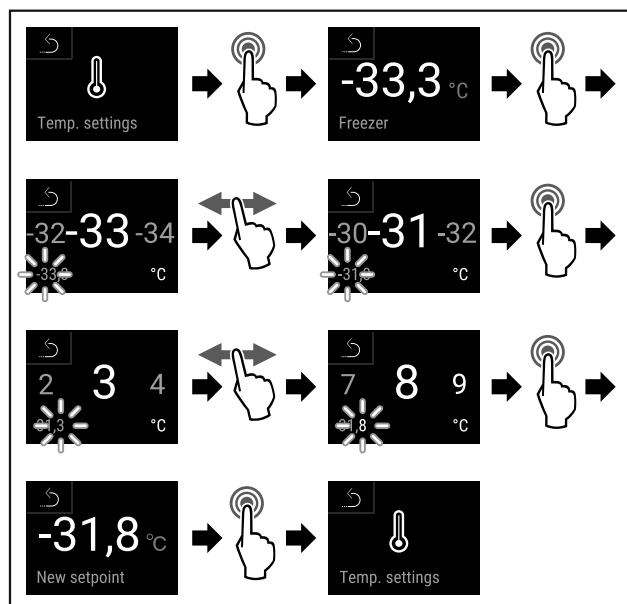

Fig. 91
- Stappen (zie Fig. 91) uitvoeren.